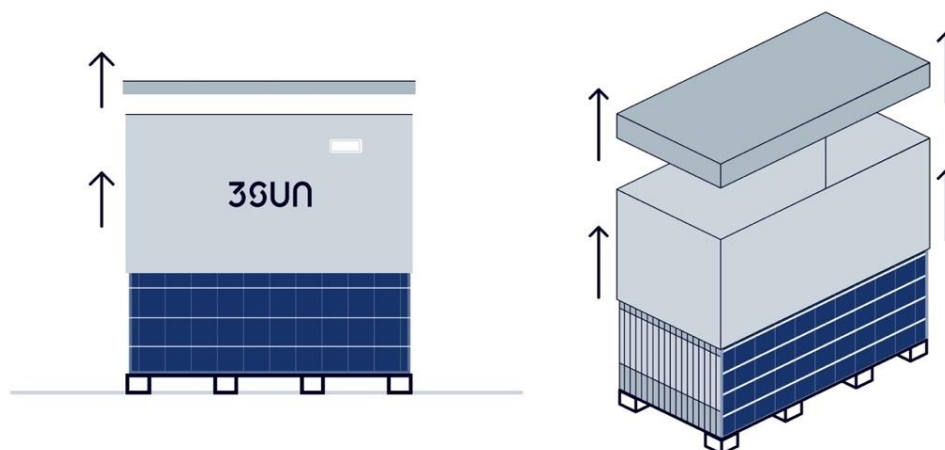

Figura 17: Rimozione del coperchio e dell'imballaggio perimetrale della scatola.
- b) Rimuovere prima il tappo di cartone della scatola e successivamente l'imballaggio perimetrale (Figura 17).